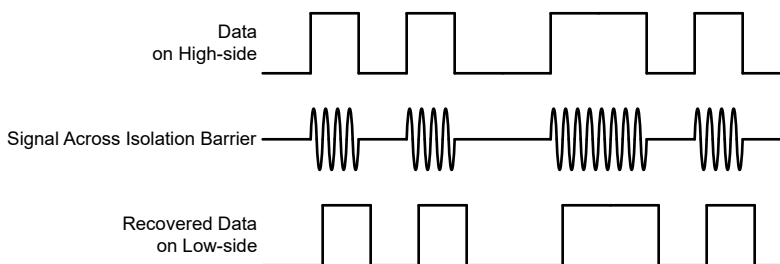

図 7-4. OOK ベースの変調方式
AMC22C12-Q1 は、SiO2 ベースの絶縁バリア越しにコンパレータの出力状態を送信するため、図 7-4 に示すオン / オフ・キーイング (OOK) 変調方式を採用しています。「機能ブロック図」に示す送信ドライバ (TX) は、デジタル 1 を表すために内部で生成された高周波キャリアを絶縁バリア越しに送信します。デジタル 0 を表す信号は送りません。